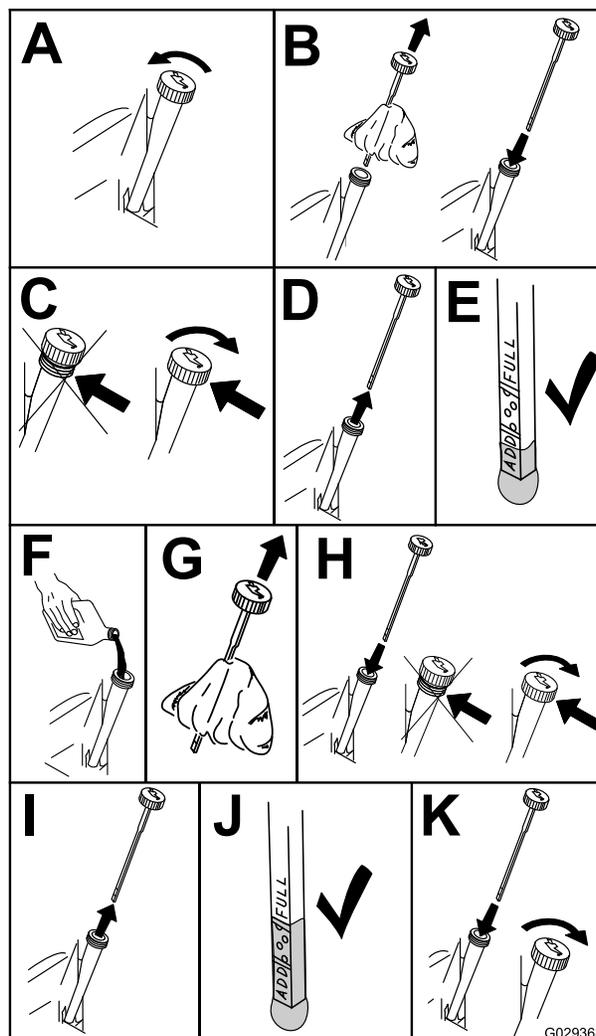

図 30
3. エンジン内部に異物が入らないように、オイルキャップやディップスティックの周囲をきれいにする 図 30。